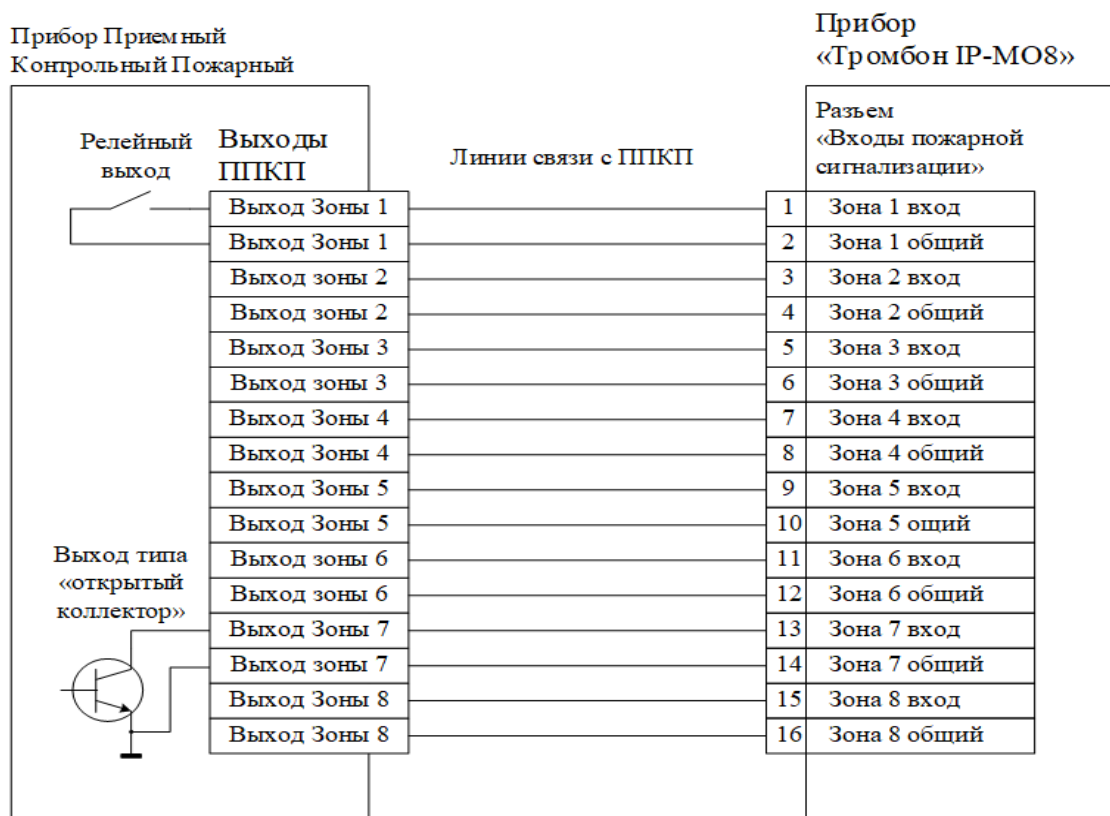

Рисунок 25 - Без обеспечения контроля линий связи.
- Вариант 2 аналогового подключения используется при отключенном контроле исправности линий связи. Схема подключения входов прибора к выходам ППКП без контроля исправности линий связи (Рисунок 25). Параметры сигналов на входах пожарной сигнализации прибора при отключенной системе контроля исправности линий связи должны быть следующими: